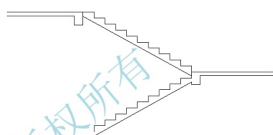

图 4.110 偏移平台线并修整梯段
(5) 将平台板线向下偏移 100mm，然后修整图形，结果如图 4.110 所示。